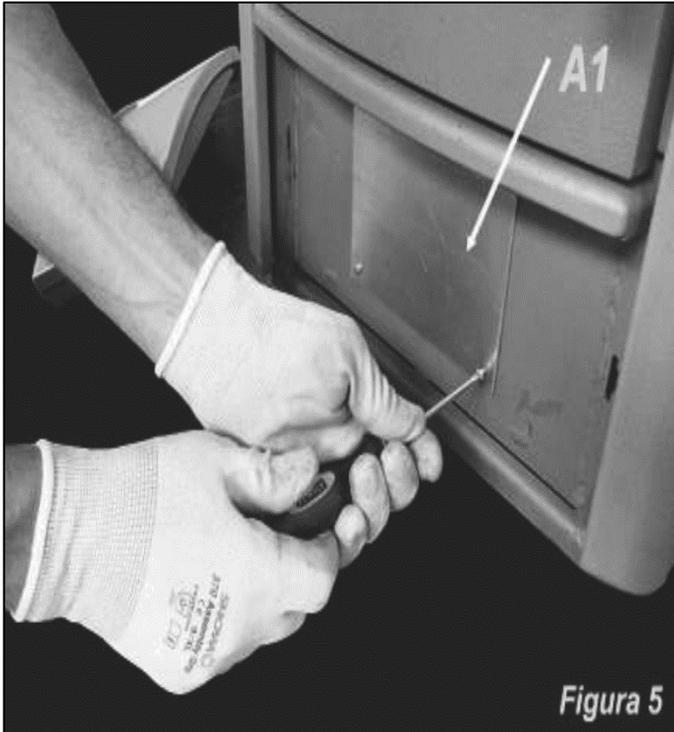

Figura 9
- Svuotare il cassetto (V) dalla cenere (Figura 9).